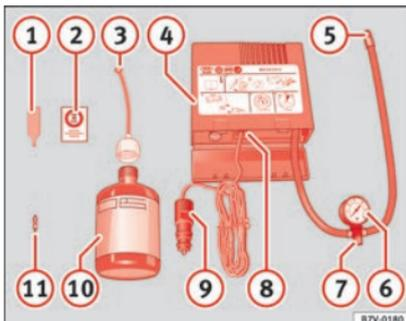

Fig. 59 Représentation standard : contenu du kit anticrevaison.
- Dévissez le capuchon et l'obus de la valve du pneu. Utilisez l'appareil » fig. 59 ① pour extraire l'obus. Placez-le sur une surface propre.
- Agitez fortement la bouteille de produit de colmatage des pneus » fig. 59 ⑩.
- Vissez le tuyau de gonflage » fig. 59 ③ sur la bouteille de produit de colmatage. Le plombage du goulot de la bouteille est automatiquement percé.
- Retirez le bouchon du tuyau de remplissage » fig. 59 ⑨, puis vissez l'extrémité ouverte du tuyau sur la valve du pneu.
- Placez de nouveau l'obus de valve sur la valve du pneu avec l'outil » fig. 59 ①.
- Vissez le tuyau de gonflage du pneu du compresseur » fig. 59 ⑤ sur la valve du pneu.
- Vérifiez si la vis d'évacuation d'air est serrée » fig. 59 ⑦.
- Branchez le connecteur » fig. 59 ⑨ à une prise de courant de 12 volts du véhicule » fig. 139 page 139.
- Raccordez le compresseur d'air au commutateur ON/OFF » fig. 59 ⑧.